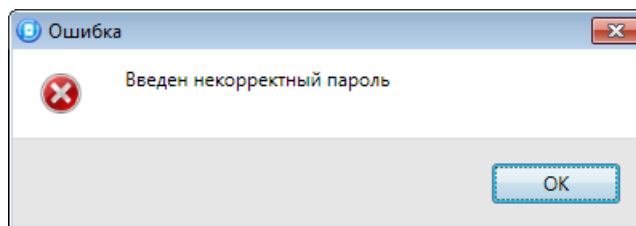

Рис. 8.6. Сообщение об ошибке
**Внимание!** Для регистрации кода или электронного ключа необходимо, чтобы соответствующий способ постановки/снятия (*Электронный ключ / Клавиатура Мираж-КД / STEMAX RFID*) был предварительно выбран на вкладке *Параметры* в раскрывающемся списке *Способ управления постановкой/снятием*. В противном случае ввод не будет принят и появится сообщение об ошибке (Рис. 8.6).